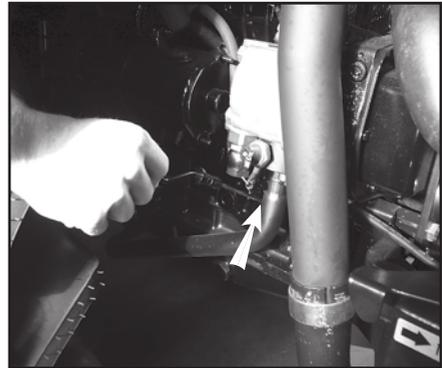
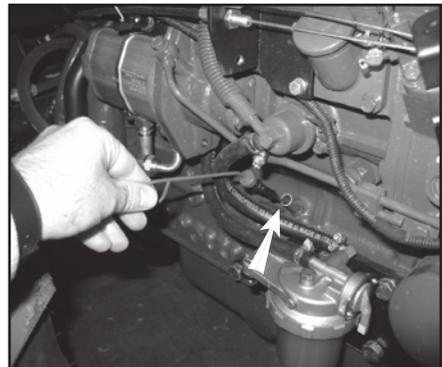

Fig. 6.8
Fig. 6.8.1
- Vérifier tous les niveaux d'huile (Fig.6.8 - Fig.6.8.1) et éventuellement en rajouter pour atteindre le niveau normal en utilisant l'huile recommandée.